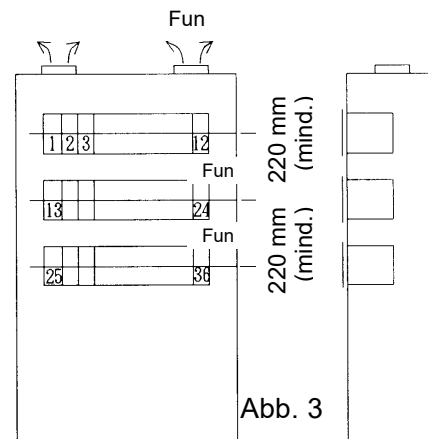

Abb. 3
- Bei Einbau in einem geschlossenen Instrumentenpanel müssen über und unter dem Panel Lüfter vorgesehen werden. (Abb. 3)